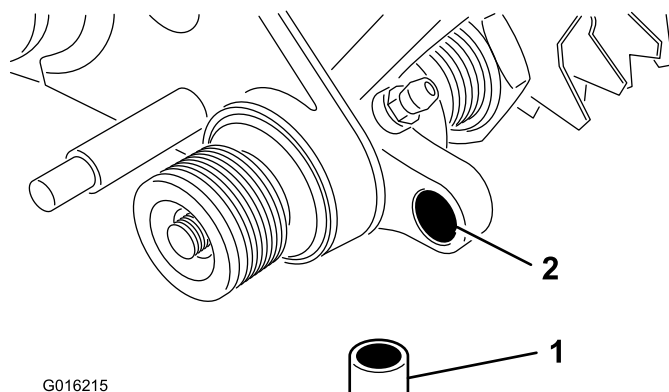

Figura 9
20. Insira um casquilho no furo do conjunto da transmissão do rastelo do lado direito (Figura 9).